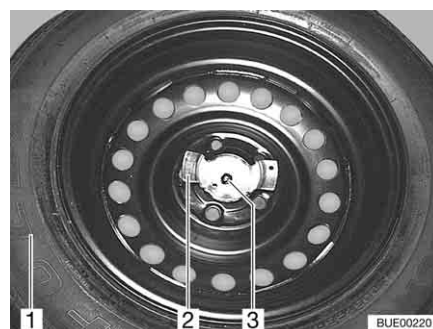

Fig. 229 Fissaggio della ruota di scorta
- Svitare i due dadi (Fig. 229,2 e 3).
- Rimuovere la ruota di scorta (Fig. 229,1) dal relativo supporto.